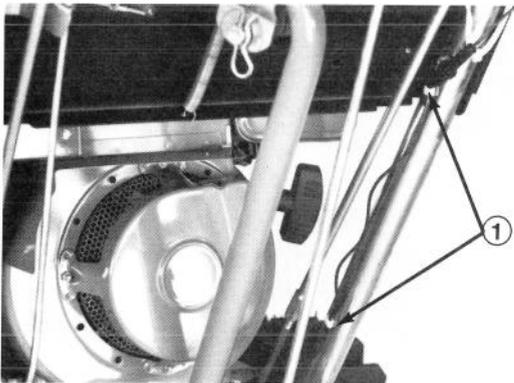

Abb. 15
5. Kabelschellen im Griffholm einsetzen, um die Kabel zu befestigen (Abb. 15).